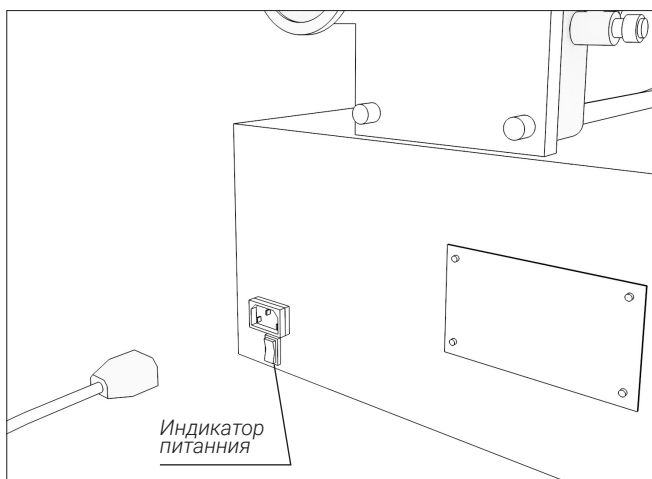

Рис. 19
12.3. Включить штекер вилки в питающую розетку (рис. 19).
12.4. Нажать кнопку общей подачи напряжения. Индикатор при этом загорится красным светом (рис. 19).